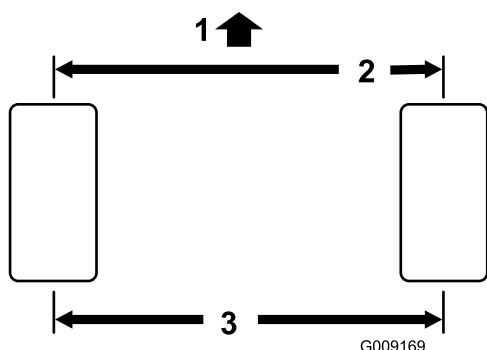

Figura 48
2. Mida la distancia entre centros (a la altura del eje) en la parte delantera y trasera de los neumáticos de dirección (**Figura 48**).